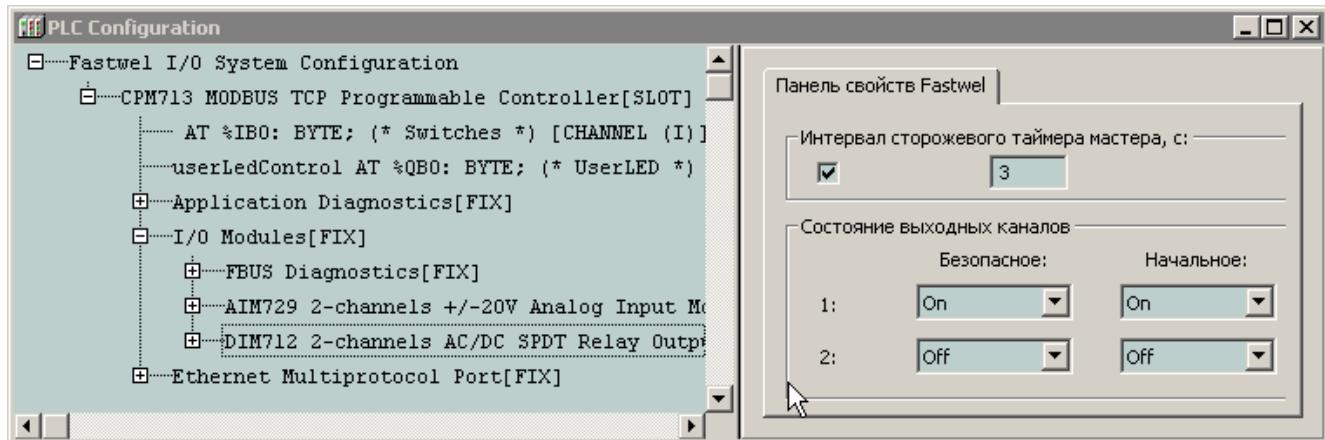

Рис. 16. Параметры модуля DIM712 после установки интервала сторожевого таймера связи с мастером FBUS и начального и безопасного состояний выходных каналов
7. Установите безопасное состояние для первого канала модуля DIM712, для чего выберите значение *On* в выпадающем списке **Безопасное:1** диалоговой панели настройки параметров модуля DIM712. Таким же образом установите начальное состояние первого канала модуля, выбрав *On* в выпадающем списке **Начальное:1**. Диалоговая панель настройки параметров модуля DIM712 примет вид, показанный на рис. 16.